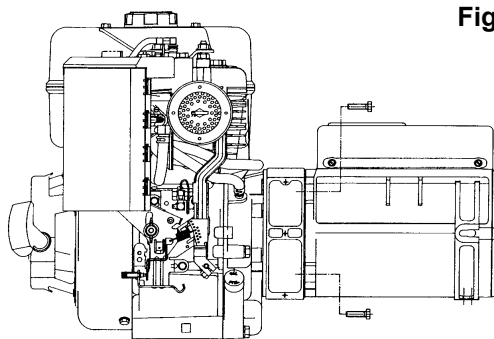

Fig. 2
-) Fissare il corpo macchina sulla flangia con le apposite viti M8 applicando una coppia di serraggio pari a $17 \pm 7\%$ Nm (fig. 2).
-) Secure the alternator to the flange with proper M8 screws applying a tightening torque of $17 \pm 7\%$ Nm (fig. 2).
-) Fixer le corps de la machine au flasque avec les vis M8 en appliquant un couple de serrage de $17 \pm 7\%$ Nm (fig. 2).
-) Den Generator auf den Flansch mit den passenden Müttern und Schrauben M8 befestigen und mit einem Drehmoment von $17 \pm 7\%$ Nm festziehen (abb. 2).
-) Fijar el cuerpo de la máquina a la brida con los tornillos M8 y aplicando un par de torque de $17 \pm 7\%$ Nm (fig. 2).